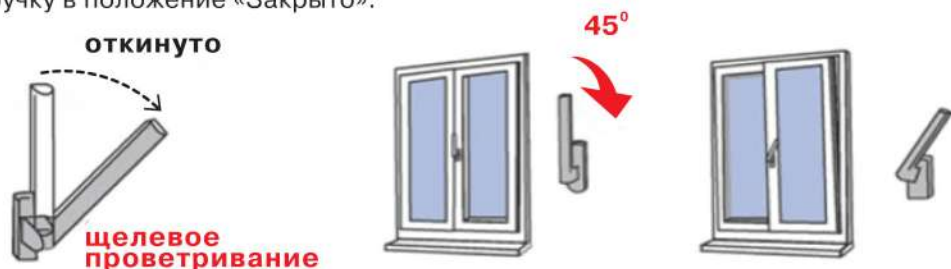

Рис.3
5) Для перевода створки в положение «Проветривание» ручку поворачивают из положения «Откинута» в положение «Проветривание» на 45 градусов (см. Рис. 3). При этом створка окна (после небольшого поворота относительно нижней горизонтальной оси) фиксируется, будучи неплотно прижатой к раме окна вверху. Зазор между рамой окна и створкой (в верхней части) в данном режиме может составлять от 5 до 10 мм и регулируется небольшим поворотом ручки (щелевой режим).